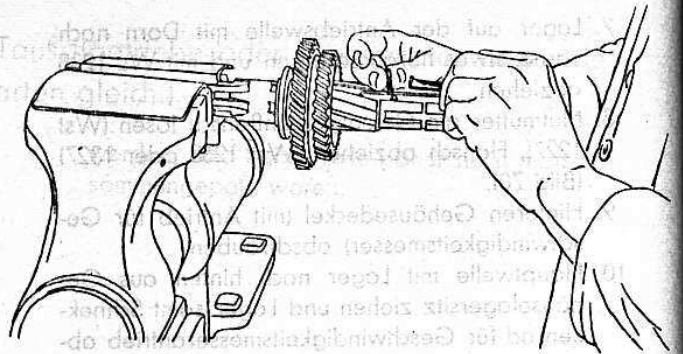

Bild 76
19. Nasenkeil mit Bolzen, Feder und Anlaufscheibe abnehmen (Bild 76).